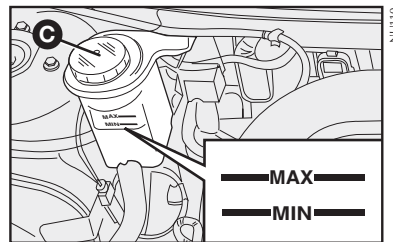

fig. 5
#### FLUIDO PARA A DIREÇÃO HIDRÁULICA - fig. 5
- Retirar a tampa **C-fig. 5**;